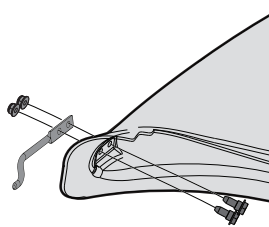

Figura 14
- Desde el interior de la bota, coloque los dos tornillos de cabeza hexagonal (738-1225) del paquete de hardware 689-00636, a través de los orificios en la parte inferior delantera de la bota. Consulte la Figura 14.
- Coloque la varilla de montaje (747-06309) del paquete de hardware 689-02199 en su lugar sobre los tornillos de cabeza hexagonal. Asegúrate de que la punta de la varilla esté hacia afuera desde la bota. Consulte la Figura 14.
- Comience a enroscar las tuercas de seguridad de la brida (712-04064) del paquete de hardware 689-02199 en los tornillos de cabeza hexagonal. Consulte la Figura 14.